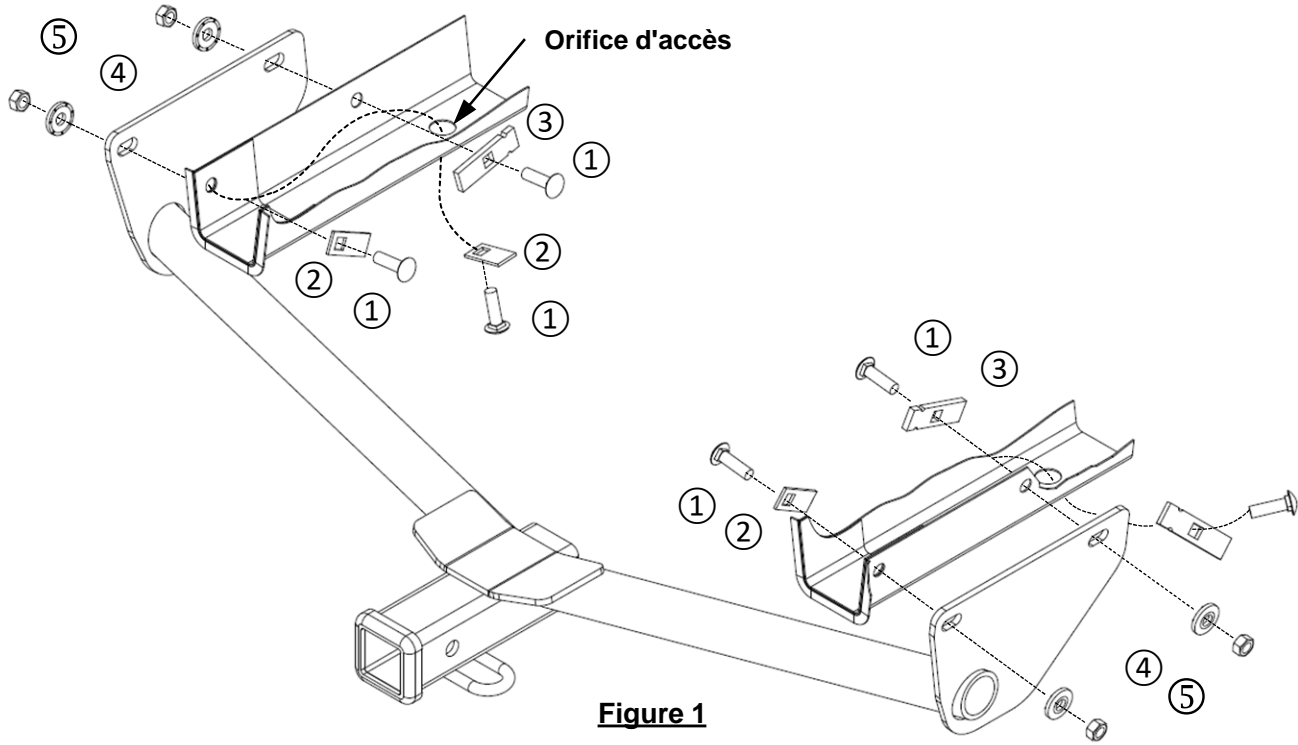

Figure 1
- c. Laisser temporairement les fixations à l'intérieur des rails du cadre. **Voir figure 1.**
- d. Retirer les fils de traction et installer sans les serrer les rondelles coniques et les écrous hexagonaux sur les boulons de carrosserie, à (4) endroits (2 par côté).